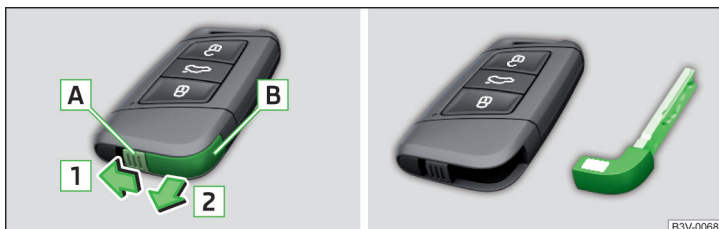

Abb. 34 KESSY-Schlüssel
- > Die Rastnase **A** in Pfeilrichtung **1** entriegeln » Abb. 34.